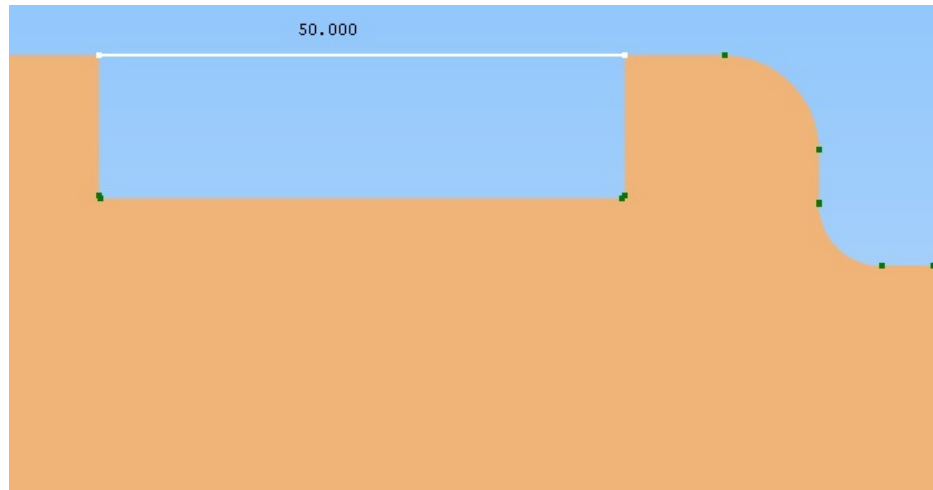

Рисунок 1.26 - Контроль розміру оброблюваної деталі
10.2. В меню Вимірювання виберіть Виміряти відстань. Вибираючи потрібні точки, виміряйте між ними відстань (рис. 1.26) і порівняйте отримані результати з вихідним кресленням